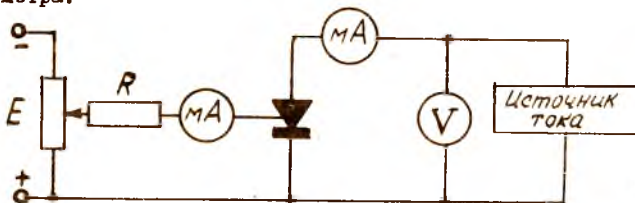

Рис.27
На рис.27 показана схема, с помощью которой можно снять характеристику тринистора, а также экспериментально исследовать влияние величины тока управления на напряжение переключения тринистора.
Ввиду того, что характеристика тринистора по оси напряжений является трехзначной, необходимо в качестве независимой переменной величины при снятии характеристики выбрать ток. Из рис.27 видно, что тринистор питается от генератора тока ( с большим внутренним сопротивлением). Напряжение на тринисторе измеряется с помощью лампового вольтметра.
2. Собрать схему испытания транзистора (рис.27).